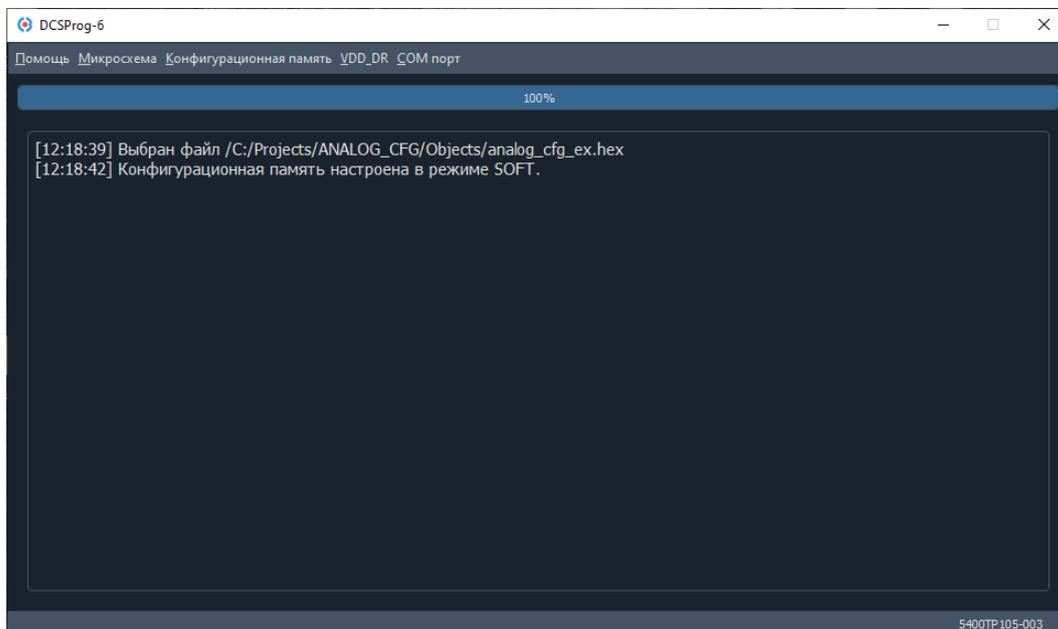

Рисунок 55. Завершение настройки конфигурационной памяти
5. После завершения программирования программа выдаст сообщение «Конфигурационная память настроена в режиме «SOFT»» (Рисунок 55).